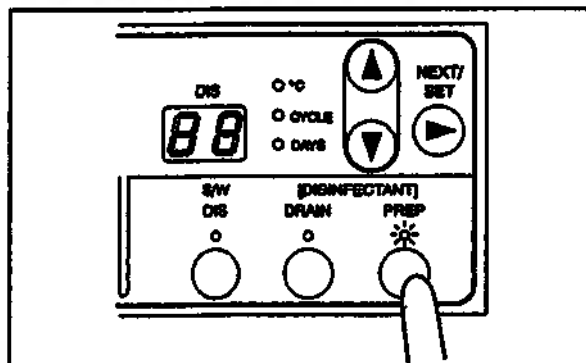

Рис. 4.1
3. Нажмите на кнопку «[DESINFECTANT] PREP» на вспомогательной панели управления и удерживайте её в нажатом состоянии в течение не менее 2 секунд (см. рис. 4.1).